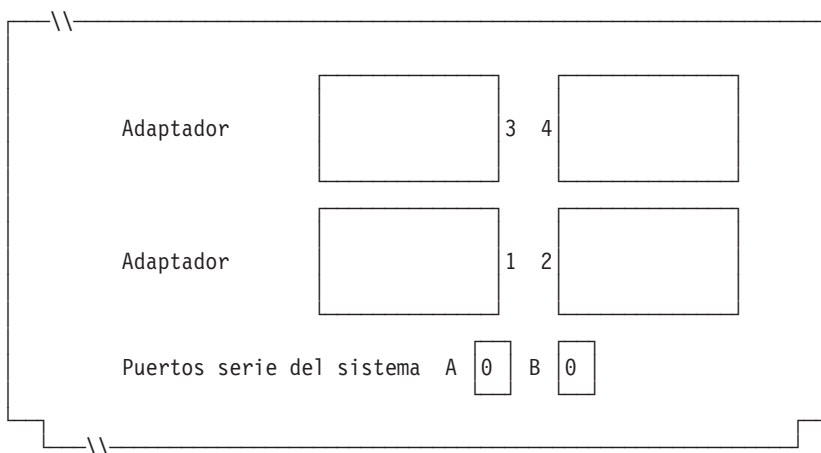

Figura 75. Lado derecho de la parte posterior del Terminal de Punto de Venta IBM 4693-5x1 o 4693-7x1
6. Si las aplicaciones de terminal utilizan un puerto asíncrono, escriba el número de puerto en la Figura 75. Especifique un 0 para los puertos no utilizados por el terminal. Los números de puerto válidos son 1, 2, 3, 4.